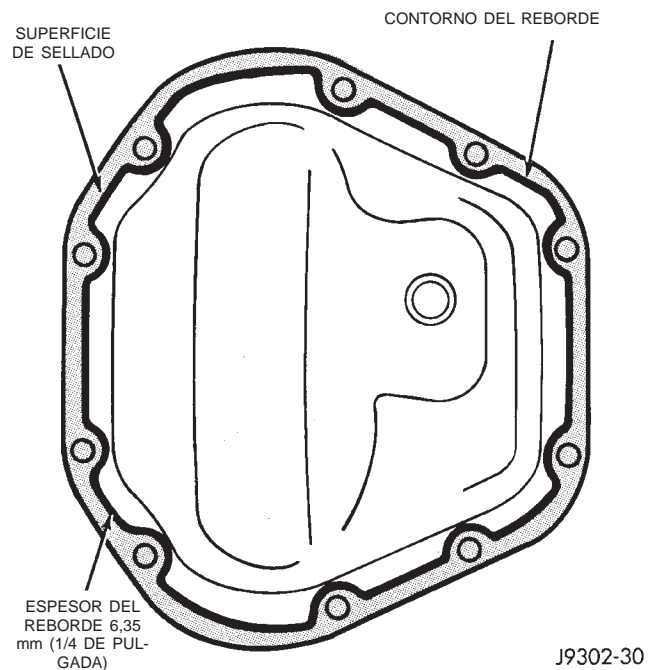

Fig. 59 Tapa de cárter característica con sellante
(1) Raspe el sellante residual de las superficies de contacto del cárter y de la tapa. Limpie las superficies de contacto con líquidos minerales. Aplique un reborde de sellante de caucho siliconado Mopar en la tapa del cárter. Deje curar el sellante durante algunos minutos (Fig. 59).